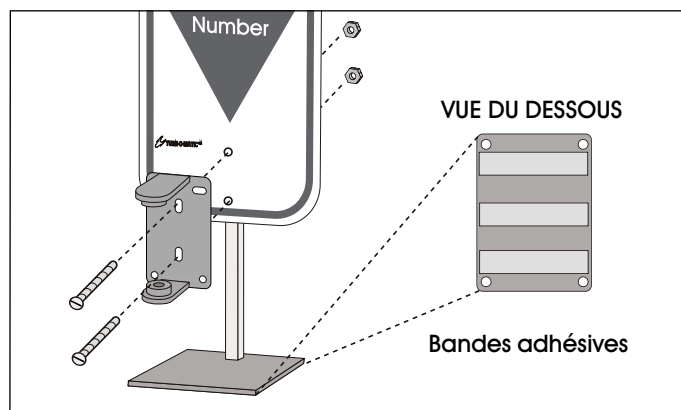

Figure 4
2. Alignez les trous de l'affiche et du support de fixation (la tige plus longue du côté supérieur) avec les trous du poteau. Enfoncez deux longs boulons fendus à travers le support et l'affiche et fixez à l'aide d'écrous. (Voir Figure 4)